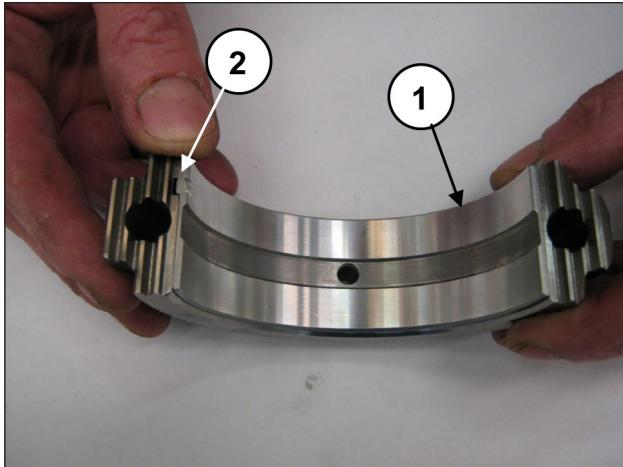

Fig. 67
Applicare i semicuscini inferiori ai cappelli (pos. ①, Fig. 67) assicurandosi che la linguetta di riferimento dei semicuscini venga posizionata nell'apposito alloggiamento sul cappello (pos. ②, Fig. 67).